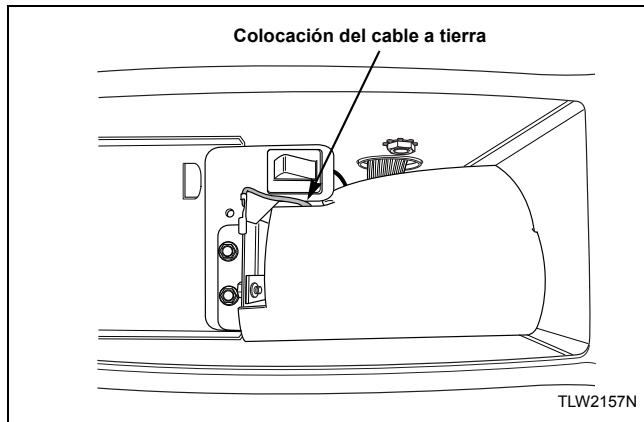

Figura 21
6. Antes de instalar la extensión y el deslizador de monedas asegúrese de que el cable a tierra esté metido debajo del escudo de control para tener suficiente espacio para el deslizador de monedas. Consulte la *Figura 21*.